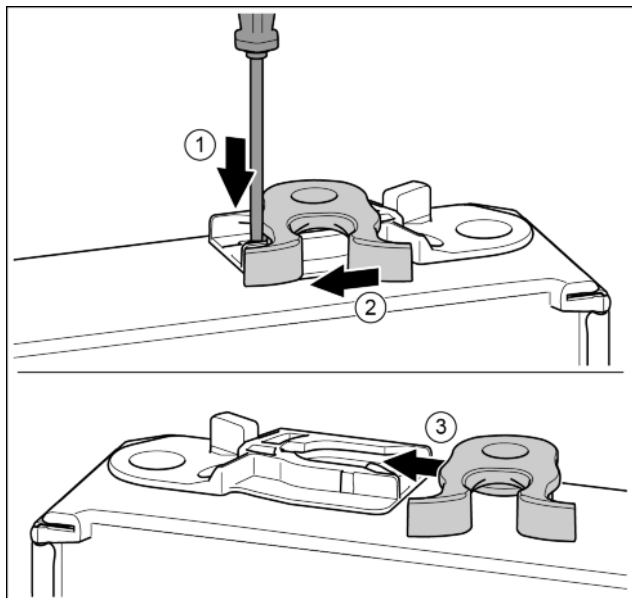

Fig. 18
- ▶ La parte inferiore della porta indica verso l'alto: ruotare la porta. Fig. 18 (1)
- ▶ Con un cacciavite spingere la linguetta verso il basso. Fig. 18 (2)
- ▶ Estrarre il gancio di chiusura dalla guida. Fig. 18 (3)
- ▶ Spingere il gancio di chiusura sull'altro lato nella guida. Fig. 18 (3)